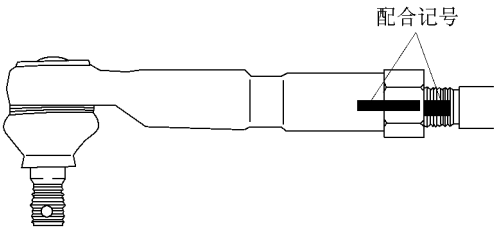

图 16-82 将转向横拉杆旋到齿条尾端直至配合记号对准为止
(18) 安装转向横拉杆。将转向横拉杆旋到齿条尾端直至配合记号被对准为止，临时旋紧锁紧螺母，如图 16-82 所示。